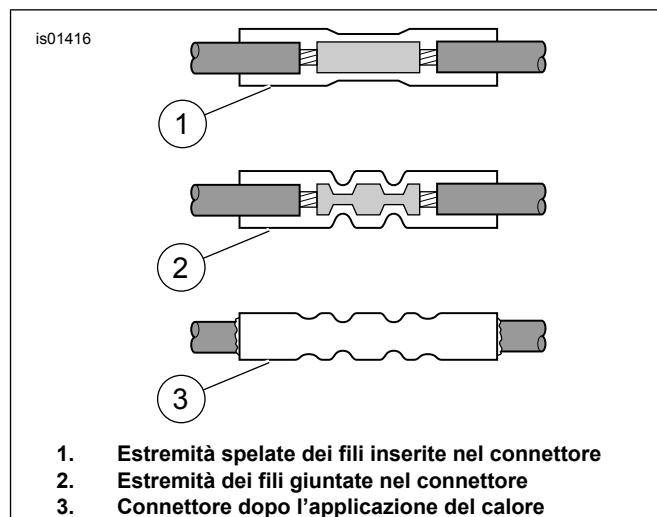

Figura 4. Connettore a giunto di testa a tenuta installato
2. Vedere la Figura 4. Inserire i due fili neri degli indicatori di direzione nelle estremità opposte di un connettore a giunto di testa. Inserire i due fili viola degli indicatori di direzione nelle estremità opposte di un secondo connettore a giunto di testa.